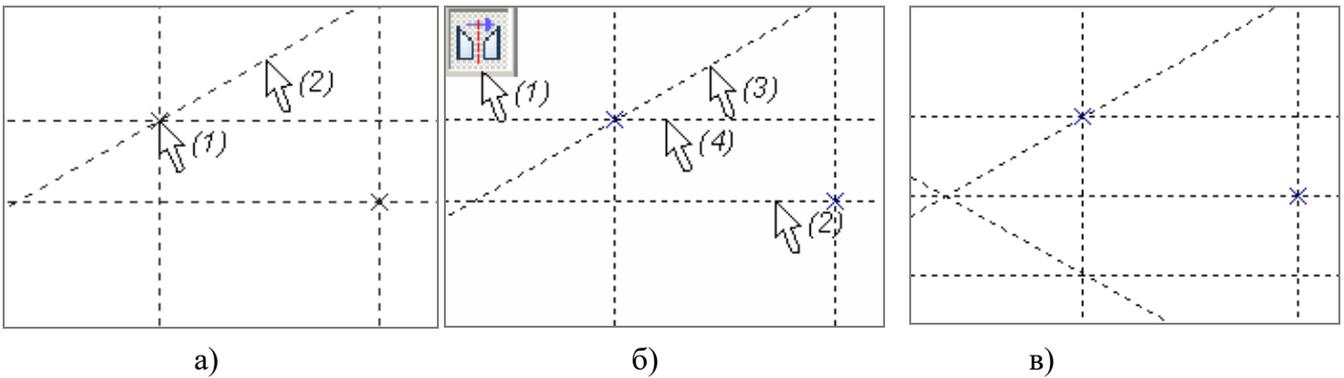

Рисунок 6 – Порядок построения наклонной и симметричных прямых
2.1.5 Постройте наклонную прямую, проходящую через узел чертежа. Порядок построения: выбрать точку пересечения перпендикулярных прямых или нужный узел чертежа (1), затем переместить курсор в нужное место экрана и нажать левую кнопку мыши (2) (рисунок 6а).
2.1.6 Постройте прямые, симметричные относительно горизонтальной базовой прямой (2) (рисунок 6б). *Порядок построения:* вызвать опцию  (1), затем указать на ось симметрии (2), после этого на прямые (3) и (4), симметричные копии которых нужно создать. Результат выполнения команды – рисунок 6в).